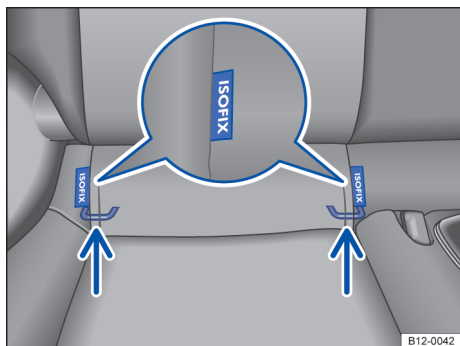

Fig. 35 No banco do veículo: identificação dos pontos de ancoragem inferiores para cadeiras de criança.
Os 2 olhais de retenção para cada cadeira de criança dotado do sistema ISOFIX podem ser acionados através das fendas existentes no revestimento do assento do banco traseiro → Fig. 35.
- Na instalação ou desinstalação, observar a instrução do fabricante da cadeira de criança → ❷.
- Encaixar a cadeira de criança nos olhais de retenção → Fig. 35 no sentido da seta. A cadeira de criança deve engatar de forma segura e audível (click).
- Na instalação ou desinstalação, observar a instrução do fabricante da cadeira de criança → ❸.
- Colocar a cadeira de criança sobre a superfície do banco e prender os ganchos dos cintos de fixação nos olhais de retenção → Fig. 35, caso os cintos de fixação sejam fornecidos junto com a cadeira de criança.